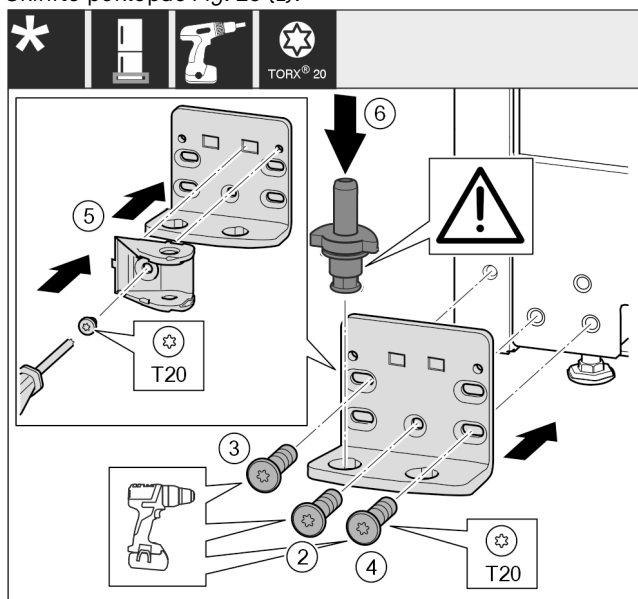

Fig. 24
- ▶ Postavite podložak ležaja na drugu stranu i pritegnite ga odvijačem. Započnite s vijkom Fig. 24 (2) dolje u sredini.
- ▶ Pritegnite vijak Fig. 24 (3) i vijak Fig. 24 (4).
- ▶ Okrenite spojni element prigušivača zatvaranja Fig. 24 (5) za 180°. Na drugoj strani podloška ležaja uvrnite odvijačem.
- ▶ Potpuno umetnite podložak ležaja Fig. 24 (6). Pritom se pobrinite za to da je uskočna izbočina okrenuto prema natrag.